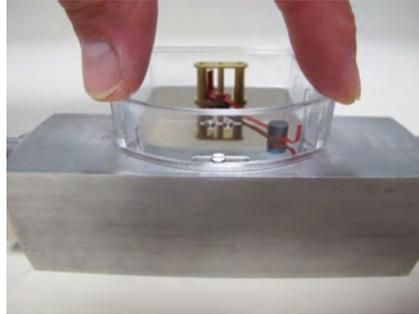

Abb. 61
- 13.** ▶ Kunststoffgehäuse auf die Anzeige-Bodenplatte aufsetzen und andrücken bis dieses einrastet (Abb. 61)